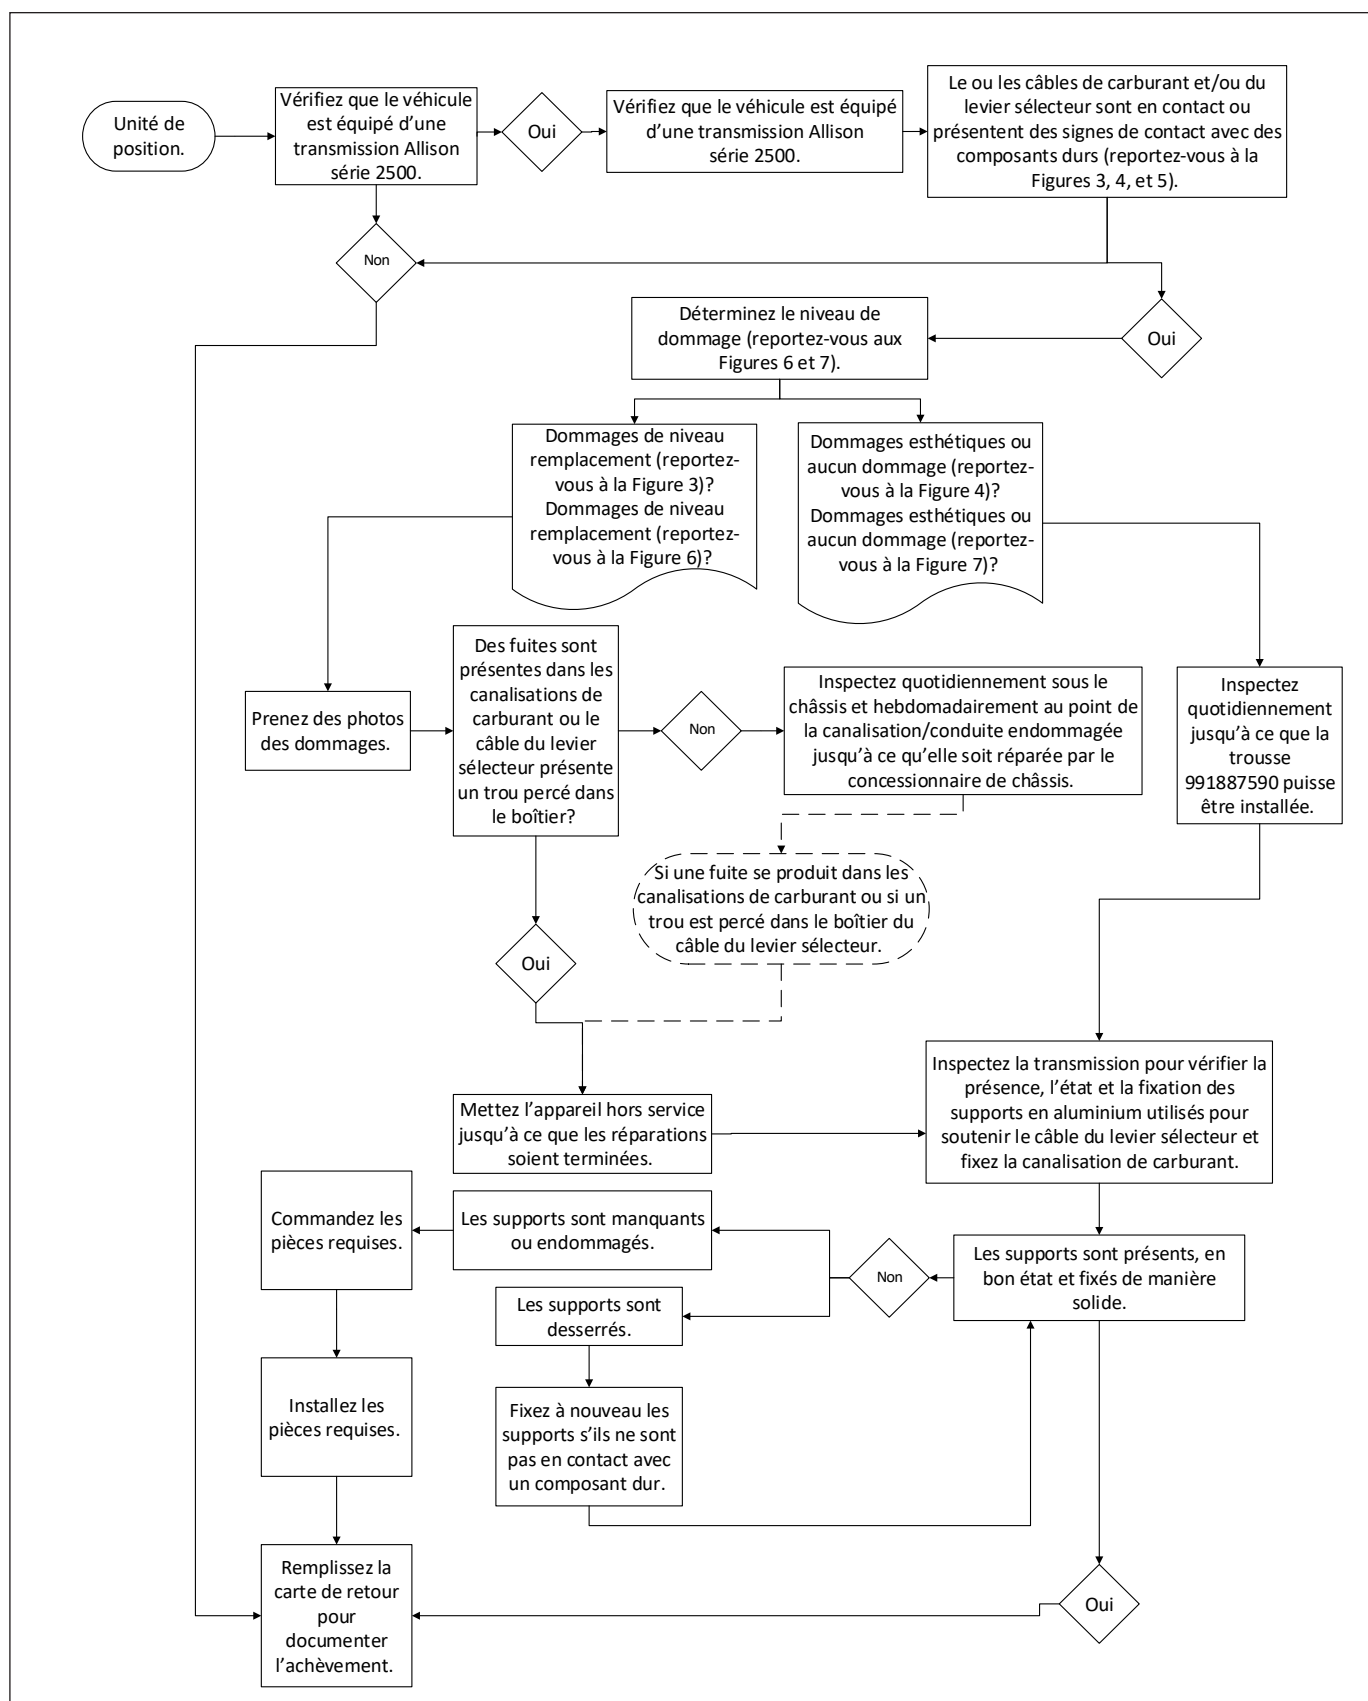

Figure 8 — Organigramme de réparation
8. Déterminez les étapes de réparation. Consultez le tableau Résultats d'inspection et la Figure 8 pour faire référence à un organigramme de réparation.